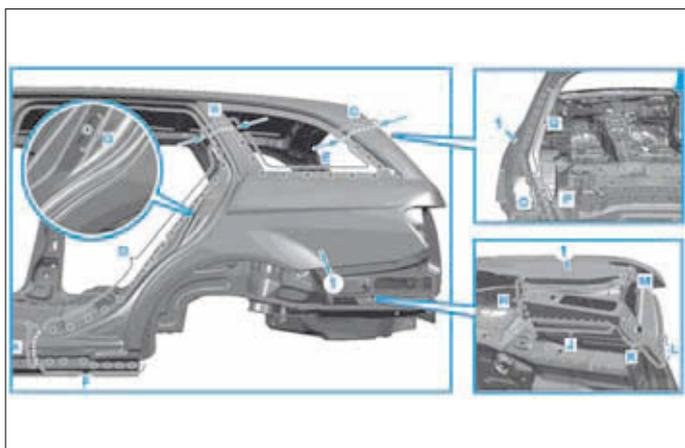

FIG. 111
- Tracer puis découper avec le gabarit avec pointe métallique la ligne de découpe sur l'aile arrière (1) dans les zones (A, B et C) (Fig.111).
- Dépointer et fraiser les points de soudure sur l'aile arrière (1) dans les zones (D, E, F, G, H, I, J, K, L, M, N, O, P et Q).